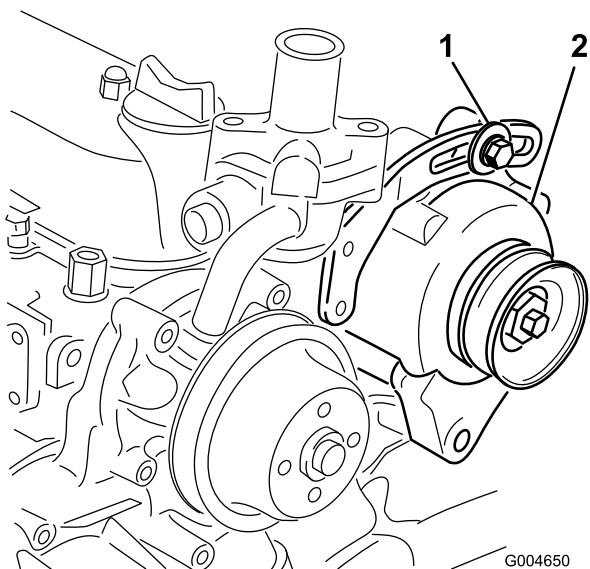

Figure 68
2. Si vous n'obtenez pas une flèche de 10 mm (3/8"), desserrez les boulons de fixation de l'alternateur (Figure 68).